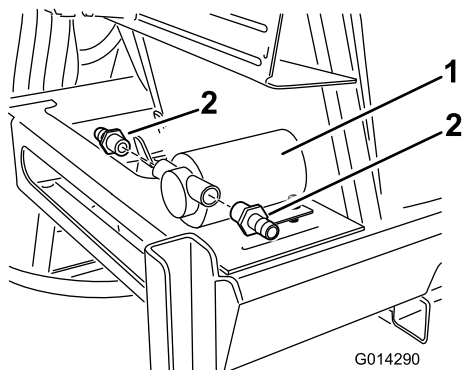

Figure 20
- Trouvez les raccords droits cannelés de flexibles dans les pièces détachées. Posez un raccord sur les ouvertures d'entrée et de sortie de la pompe (Figure 20).